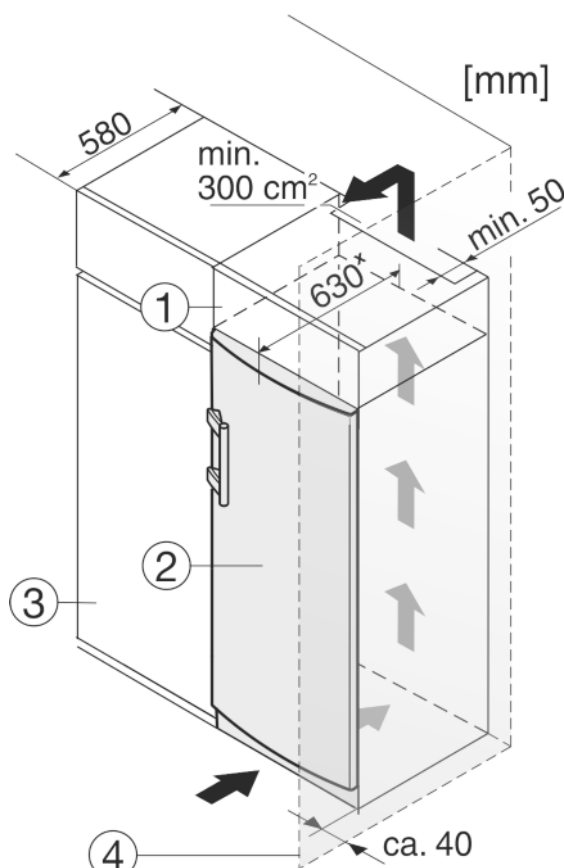

Fig. 12
- (1) Nástená skříňka (3) Kuchyňská skříň
(2) Přístroj (4) Stěna
Spotřebič lze zabudovat do kuchyňských skříní. K vyrovnání spotřebiče Fig. 12 (2) na výšku kuchyňské linky lze na přístroj nasadit nástavec Fig. 12 (1).
Při montáži do kuchyňských skříní (hloubka max. 580 mm) lze přístroj instalovat hned vedle kuchyňské skříně Fig. 12 (3). Přístroj přesahuje přední stěnu kuchyňské skříně na stranách o 34 mm * a uprostřed o 50 mm *.
Když se přístroj instaluje závěsy vedle stěny Fig. 12 (4), musí být vzdálenost přístroje od stěny alespoň 40 mm. To odpovídá přesahu madla při otevřených dveřích.